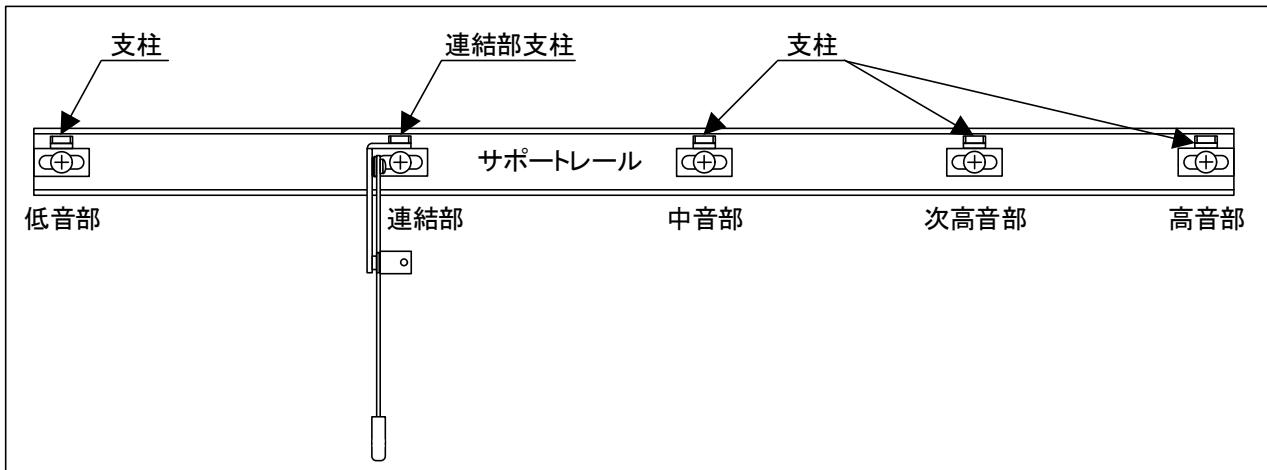

図4.3-1 各支柱の取り付け
(1) アクションを箇に取り付ける。
(2) 図4.3-1の様に低音部、中音部、次高音部、高音部には支柱を、連結部には連結部支柱をサポートトレールスクリューで1ヶ所ずつ、先細ペンチで支柱が回転しないように押さえながら取り付ける。尚、次高音部に取付穴が無いピアノではサポートトレールへの加工が必要となる。